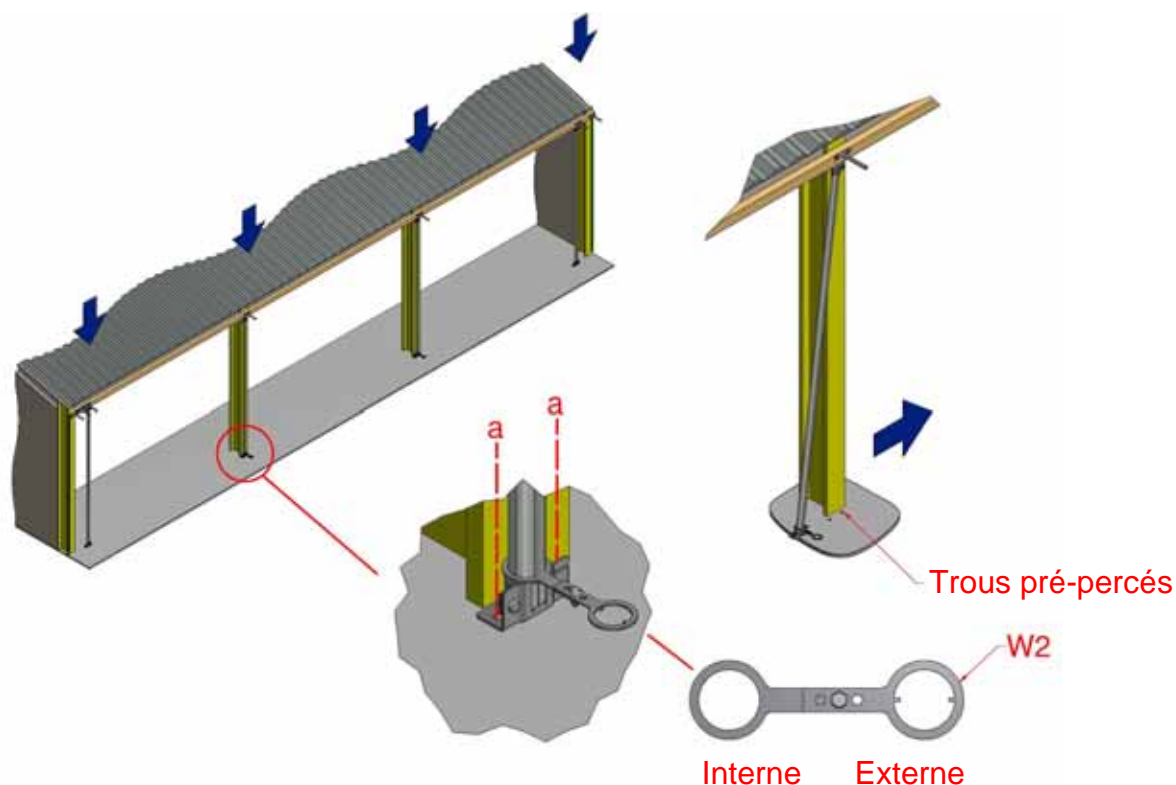

Figure 7 : tubes de commande internes, Face-Extrémité
- a) Pour une installation Face-Extrémité, enfiler l'extrémité à trou lisse de l'entretoise (W3) et le support d'extrémité inférieur (D1) sur le bas du tube de commande interne, Figure 7. Enfoncer la partie supérieure du tube dans le support d'extrémité supérieur (D1) et le tourner pour le mettre en place et faire en sorte que le support d'extrémité inférieur se fixe aux trous pré-perçés dans le sol. Poser les supports d'extrémité inférieurs en utilisant les fixations prescrites. Serrer les supports d'extrémité pour faire en sorte que le tube soit bien assujéti à l'insert de protection dans le tube, et tourné le dos au bâtiment.